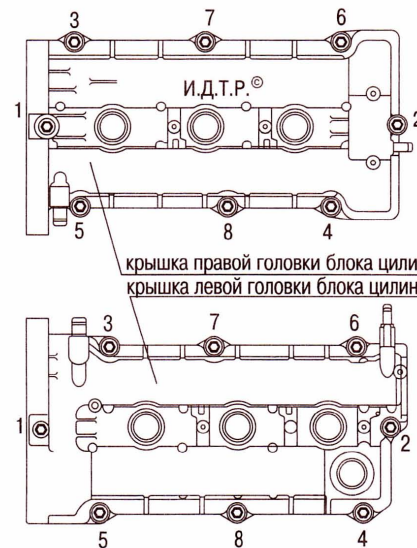

Рис. 12.21. Болты крепления крышек головок блока цилиндров
9. Выверните восемь болтов (рис. 12.21) крепления крышки головки блока цилиндров,
12. Установите крышку головки блока цилиндров и все снятые детали в порядке, обратном снятию. Болты крепления крышки затягивайте в порядке, указанном на рис. 12.21, моментом 8–10 Н·м.